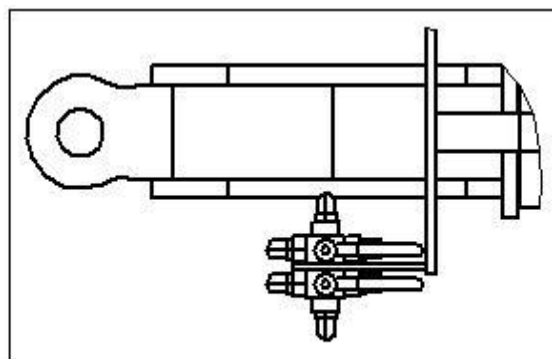

Рисунок 30. Положение кранов гидросистемы
2.2.3. Проверить положение кранов гидросистемы. Цилиндры выдвижения боковых рычагов включены, цилиндры движения рыхлителя отключены (рис. 30). Также должен быть открыт кран гидроцилиндров устройства предохранительного.
2.4.8. Открыть гидроцилиндры следорыхлителей, переведя краны в противоположное крайнее положение рис. 30.